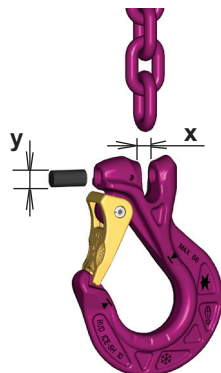

Bild 12:
- Gabelöffnung **x** verhindert der Anschluss einer dickeren ICE-Kette (Bild 12).
- Bolzendurchmesser **y** verhindert den Anschluss einer dünneren ICE-Kette (Bild 12).